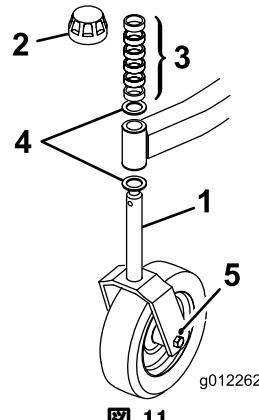
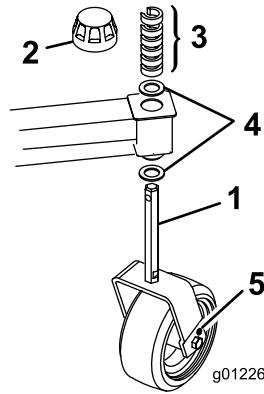

図 11
図 12
2. キャスタフォークの両側に、11 mm の穴を開ける（図 11と図 12）。
1. スピンドルシャフトからテンショニングキャップを取り外し、前キャスタアームからスピンドルを抜き出す。スピンドルシャフトからワッシャーを抜き取る。希望の刈高になるように適正数のスペーサーをシャフトにセットし、ワッシャーをはめる（図 11）。
2. 前キャスタアームにキャスタスピンドルを通して、もう1枚のスラストワッシャーと残りのスペーサーをスピンドルに取り付け、テンショニングキャップでアセンブリを固定する（図 11）。
1. スピンドルシャフトからテンショニングキャップを取り外す（図 12）。
2. スピンドルシャフトについている C 型スペーサを、必要に応じてシャフトの細くなっている部分から抜き取ってキャスタアームの下側に移して刈高を調整する（図 12）。キャスタアームの上部および下部にスラストワッシャーがあたっている（スペーサでなく）ことを確認する。
3. テンショニングキャップを取り付けてアセンブリを固定する（図 12）。